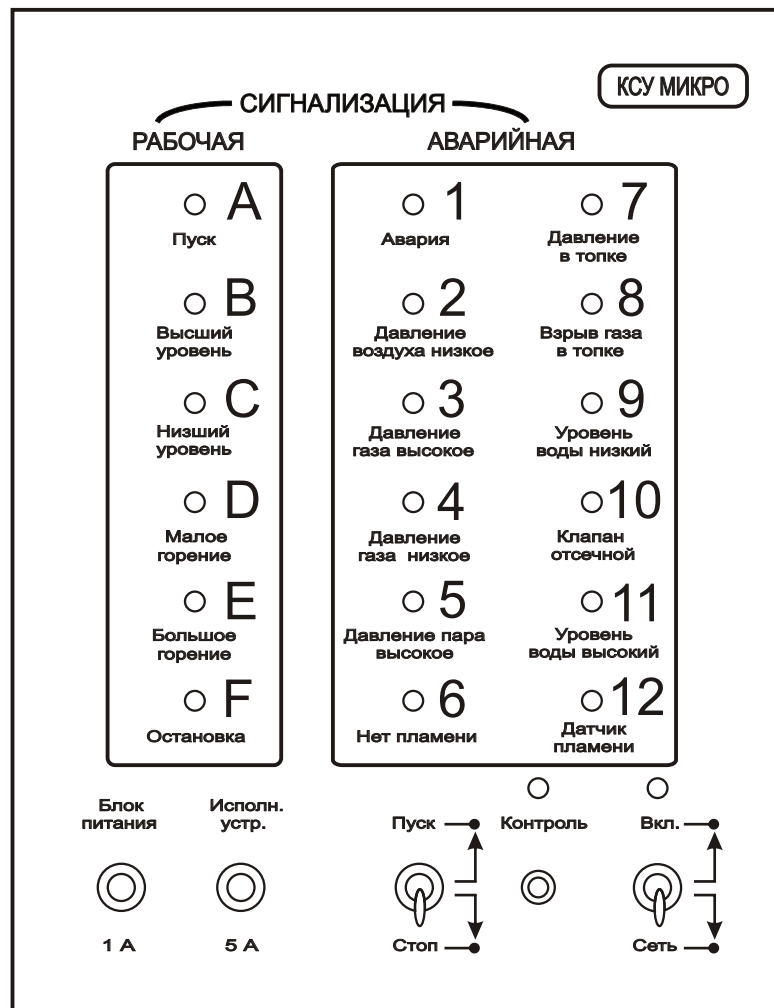

Рис. 1
5.1. Блок должен крепиться на вертикальной плоскости, отдельно стоящей стойке или стене с помощью четырех болтов М5 в соответствии с рис.1.
Таким образом, каждому индикатору рабочей сигнализации соответствует параметр ЭППЗУ, а каждому индикатору аварийной сигнализации соответствует значение этого параметра (см. Рис. 1 и табл. 3).